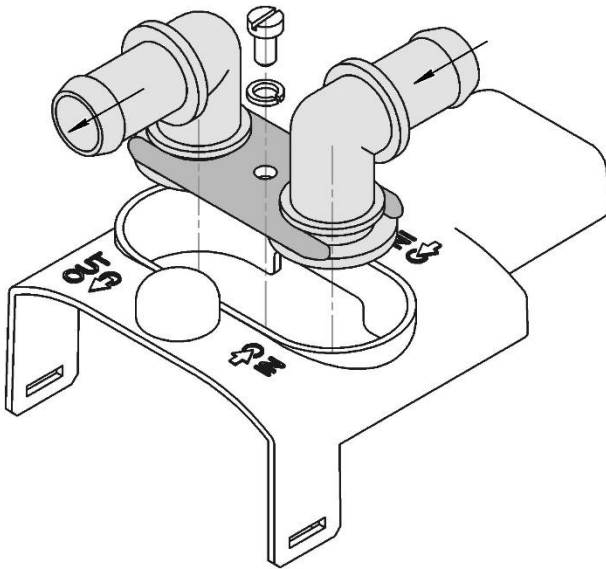

Abb. 2. Demontage der Halterung
- drehen Sie die Schraube ab und demontieren Sie den Halter, der die Rohrstützen hält (Abb. 2);